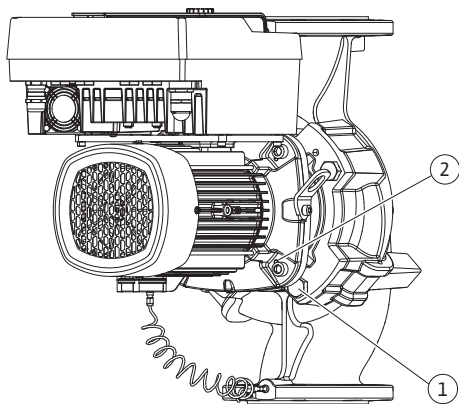

Fig. 111: Apăsarea ansamblului motor cu rotor hidraulic prin găurile filetate (în funcție de tipul pompei)
23. Scoateți ansamblul motor cu rotor hidraulic de pe carcasa pompei. Utilizați pentru aceasta cele două găuri filetate (a se vedea Fig. 111, poz. 1).
33. Folosiți cele două găuri filetate adiacente pentru a presa ansamblu motor cu rotor hidraulic din carcasa pompei (Fig. 111, poz. 1) și folosiți șuruburi existente sau șuruburi adecvate puse la dispoziție de client (de ex. M10 x 25 mm).